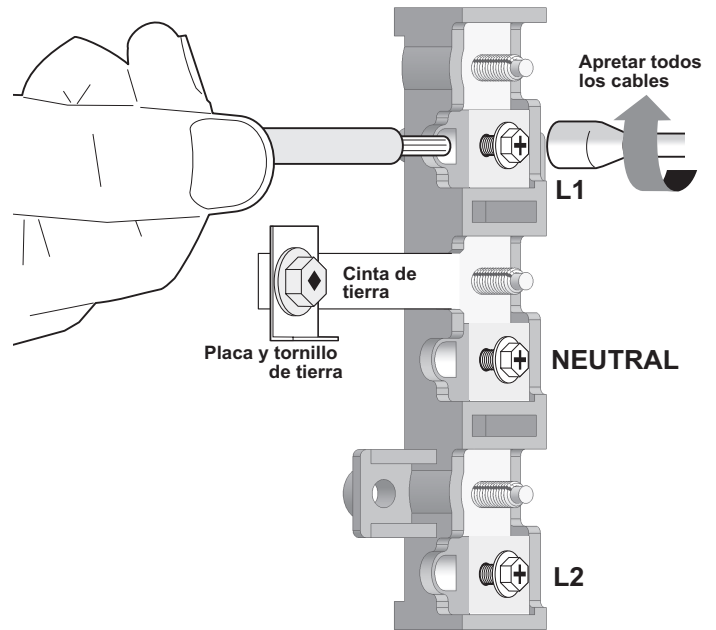

Fig. 16
1. Desforre el aislamiento de los extremos del cableado permanente para la Línea 1, Línea 2, Neutro (además desforre el alambre de conexión a tierra en las connexiones tetrafilares). Apriete los 3 conductores hacia el tablero de bornes (Siga las ubicaciones de los alambres que se muestran en la Fig. 16). **NOTA IMPORTANTE: NO AFLOJE** las connexiones de tuerca instaladas en la fábrica que aseguran el cableado de la estufa en el tablero de bornes. Se puede producir una falla eléctrica o pérdida de la conexión eléctrica si estas 3 tuercas son aflojadas o retiradas.